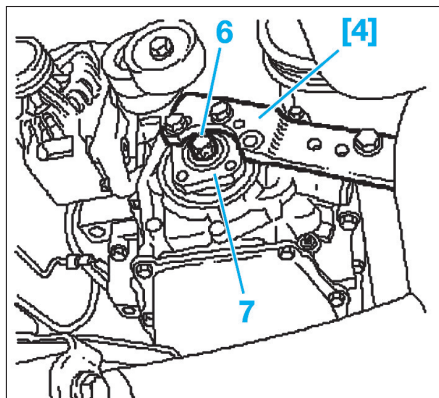

FIG. 8
- Positionner l'outil [4] et le maintenir en place à l'aide de 2 vis (Fig.8).
- Maintenir l'outil [4] et déposer la vis (6).